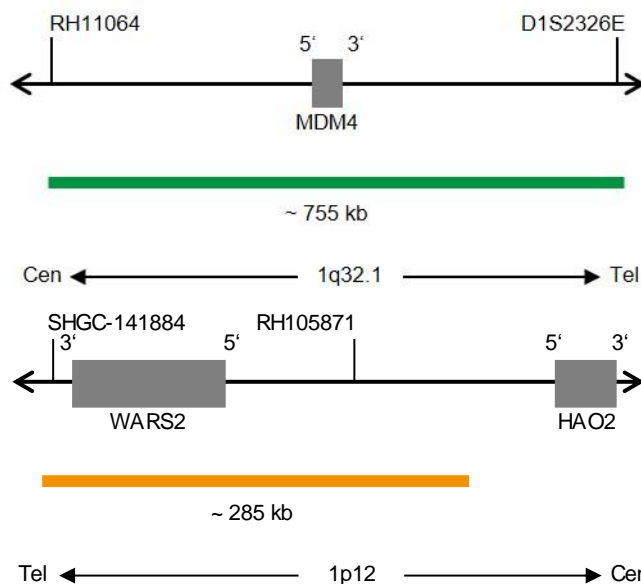

Fig. 1 : En haut : Carte de la sonde SPEC MDM4 ; En bas : Carte de la sonde SPEC 1p12 (pas à l'échelle)
- Polynucléotides marqués au ZyGreen (excitation 503 nm/émission 528 nm) (~10.0 ng/μl), qui ciblent une séquence de 1q32.1* (chr1:204,126,022-204,882,307) hébergeant la région génétique MDM4 (voir figure 1).
- Polynucléotides marqués au ZyOrange (excitation 547 nm/émission 572 nm) (~4.5 ng/μl), qui ciblent une séquence de 1p12* (chr1:119,537,102-119,823,147) (voir figure 1).